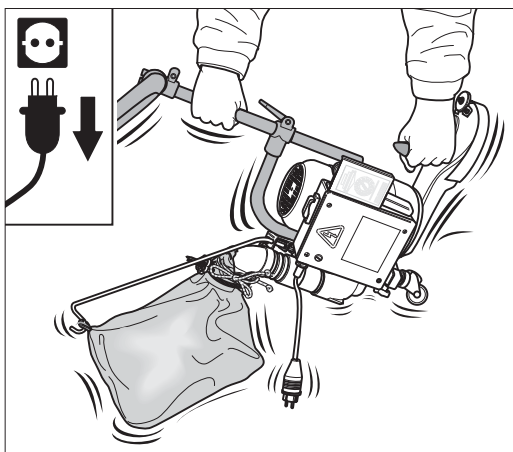

Abb. 50: Die Maschine schütteln, so dass der Staub vom Absaugstutzen in den Staubsack fällt.
- 4 Halten Sie die UNICO am Führungsrohr und am Ballengriff fest. Schütteln Sie die Maschine, so dass der Staub vom Absaugstutzen in den Staubsack fällt (Abb. 50). Stellen Sie die Maschine wieder auf dem Boden ab.